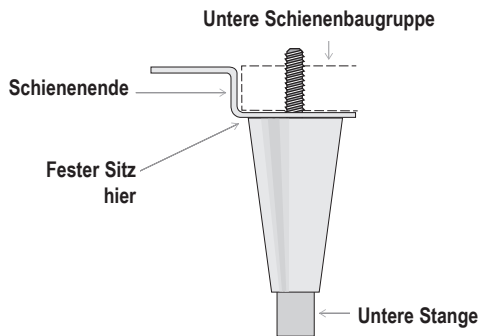

Abb. 4. Nivellierbein-Diagramm.
3. Fädeln Sie die Nivellierfüße in die Rahmenschiene oder den Geräteboden ein. Siehe Abb. 4 und 5.
5. Wenn das Gerät nicht gerade steht, heben Sie das untere Ende des Geräts vorsichtig an und stützen Sie es ab. Schrauben Sie mit einem verstellbaren Schraubenschlüssel die untere Stange des Nivellierbeins hinein oder hinaus, um das Gerät auszurichten und zu stützen. Siehe Abb. 4 und 6.